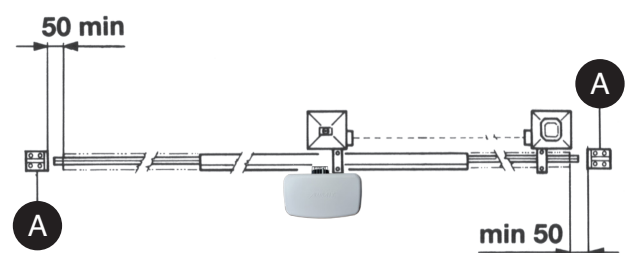

FIG. 2
- Naast de elektrische en mechanische eindscharrelaars beschikbaar op de operators, moet er, aan beiden zijden van de installatie, een vaste mechanische stopper zijn die de poort stopt in het onwaarschijnlijke geval van slechte werking van de eindscharrelaars op de operators. Om deze reden moet de vaste mechanische stopper van passende grootte zijn om de statische en kinetische krachten gegenereerd door de poort (A) te kunnen weerstaan (Fig.2).
- De geleider moet uitgerust zijn met twee mechanische stops aan de uiteinden (A) (Fig.2).